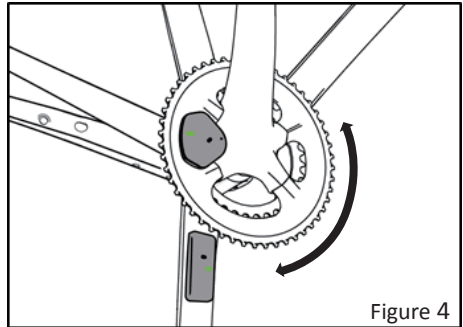

Figure 4
Étape 2 : Sortez le Giant Power Pro du mode veille, comme indiqué dans la figure 4.